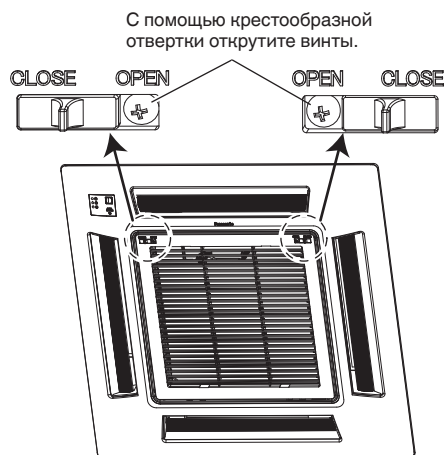

Рис. 7-1
- (1) Снимите решетку входа воздуха и воздушный фильтр с декоративной панели.
- a) Открутите 2 винта на защелке решетки входа воздуха. (Рис. 7-1) (Установите на место решетку входа воздуха после установки декоративной панели.)